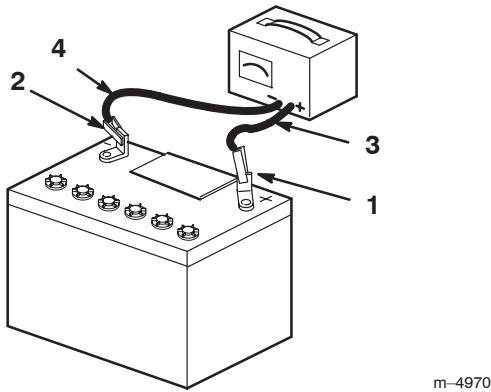

Figure 64
4. Quand la batterie est chargée au maximum, débranchez le chargeur de la prise, puis débranchez les fils du chargeur des bornes de la batterie (Fig. 64).